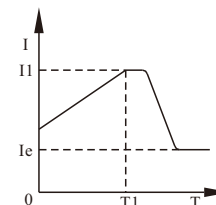

图14
b)、图14为电流斜坡起动模式的输出电流波形，其中 I_1 为F6设置的限流值， T_1 为F1设置的时间值。